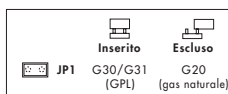

fig. 3
- posizionare in INSERITO il jumper JP1 (fig. 3)
- escludere il regolatore di pressione avvitando a fondo il dado (H) (pag. 24) e regolare la pressione minima, al valore della tabella sottoriportata, agendo sulla vite (I) (pag. 24)
- sigillare il regolatore applicando il coperchio (G)
- posizionare in ESCLUSO il jumper JP1 (fig. 3)
- regolare le pressioni, massima e minima, al bruciatore ai valori della tabella sottoriportata agendo rispettivamente sul dado (H) e sulla vite (I) come descritto al paragrafo REGOLAZIONI (pag 24)